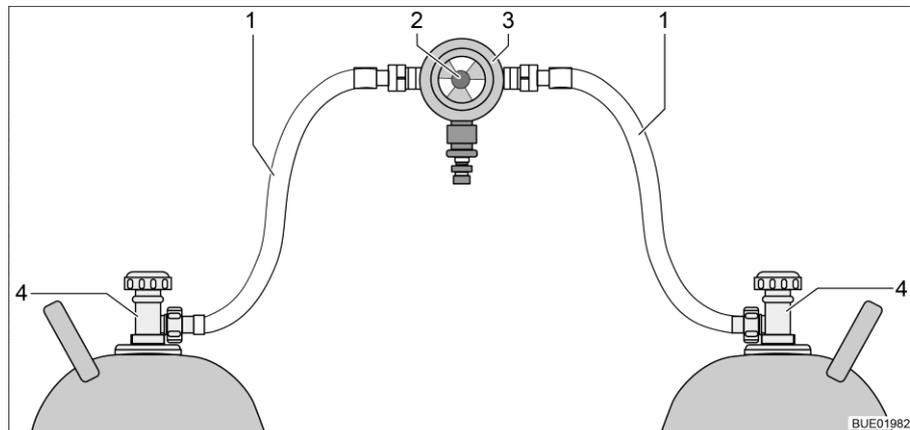
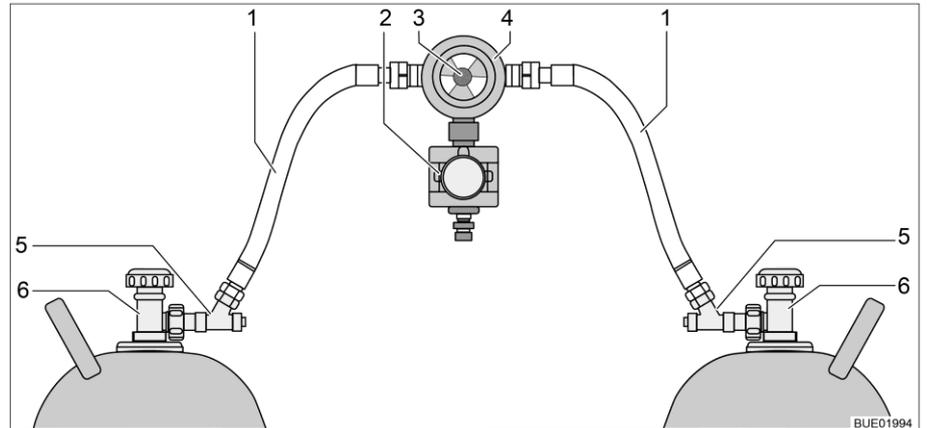

Fig. 173 Dispositif de commutation entre bouteilles de gaz
Fig. 174 Dispositif de commutation entre bouteilles de gaz avec CPU
Le dispositif de commutation entre bouteilles de gaz se compose d'un régulateur de pression du gaz combiné à une valve de commutation et indicateur (Fig. 173,3). Le dispositif de commutation entre bouteilles de gaz est monté entre les deux lyres (Fig. 173,1).
Le dispositif de commutation entre bouteilles de gaz se compose d'un régulateur de pression du gaz combiné à une valve de commutation et indicateur (Fig. 174,4) et d'une électrovanne (Fig. 174,2). L'électrovanne bloque l'arrivée du gaz au véhicule en cas de freinage brusque, d'accident ou de pente inhabituellement forte. Le dispositif de commutation entre bouteilles de gaz est monté entre les deux lyres (Fig. 174,1) avec des sécurités de rupture de tuyau (Fig. 174,5).
Le bouton rotatif (Fig. 173,2 ou Fig. 174,3), situé sur le dispositif de commutation entre bouteilles de gaz permet de définir laquelle des bouteilles de gaz est celle de service et laquelle est celle de réserve.
Seules les fonctions électriques peuvent être activées sur l'unité de commande (Fig. 175). Les robinets principaux des bouteilles de gaz (Fig. 173,4 et Fig. 174,6) doivent être ouverts ou fermés manuellement.
- Ouvrir les robinets principaux des bouteilles de gaz (Fig. 173,4 ou Fig. 174,6).
- Appuyer sur les sécurités de rupture de tuyau (Fig. 174,5) l'une après l'autre pendant 10 secondes.
- Choisir la bouteille de gaz avec le bouton rotatif (Fig. 173,2 ou Fig. 174,3) du dispositif de commutation à partir de laquelle le gaz doit être utilisé prioritairement (bouteille de service).
- Fermer les robinets principaux des bouteilles de gaz (Fig. 173,4 ou Fig. 174,6).